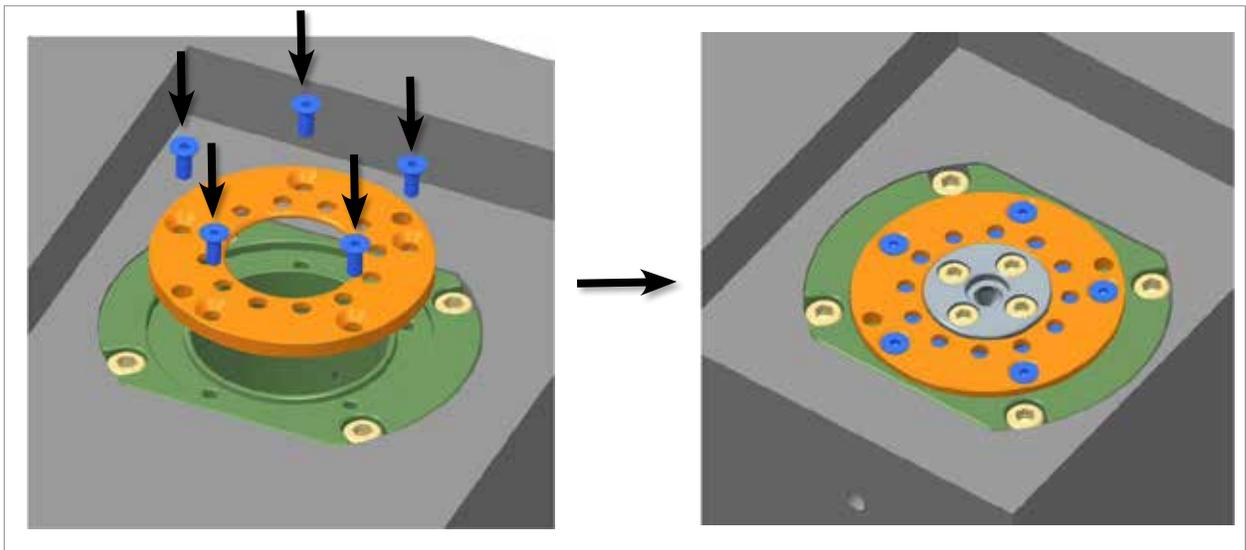

Figura 11-21 Conexión del anillo de posición al cuerpo externo
2. Conecte el anillo de posición al cuerpo externo con tornillos de cabeza plana. Apriete a 2,8 Nm (2 ft-lb). Consulte la Figura 11-21.